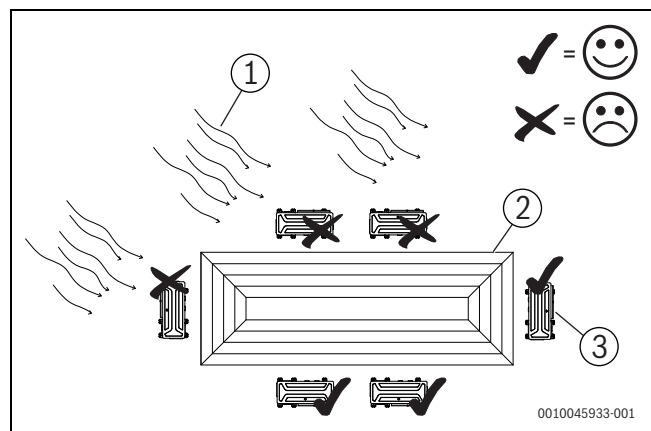

fig. 4
- Kur një njësi e jashtme instalohet në një vend që është shpesh i ekspozuar ndaj erërave të forta, si bregdeti ose në katin e lartë të një ndërtese, sigurojeni funksionimin normal të ventilatorit duke përdorur një kanal ose një mburojë kundër erës (fig. 4)